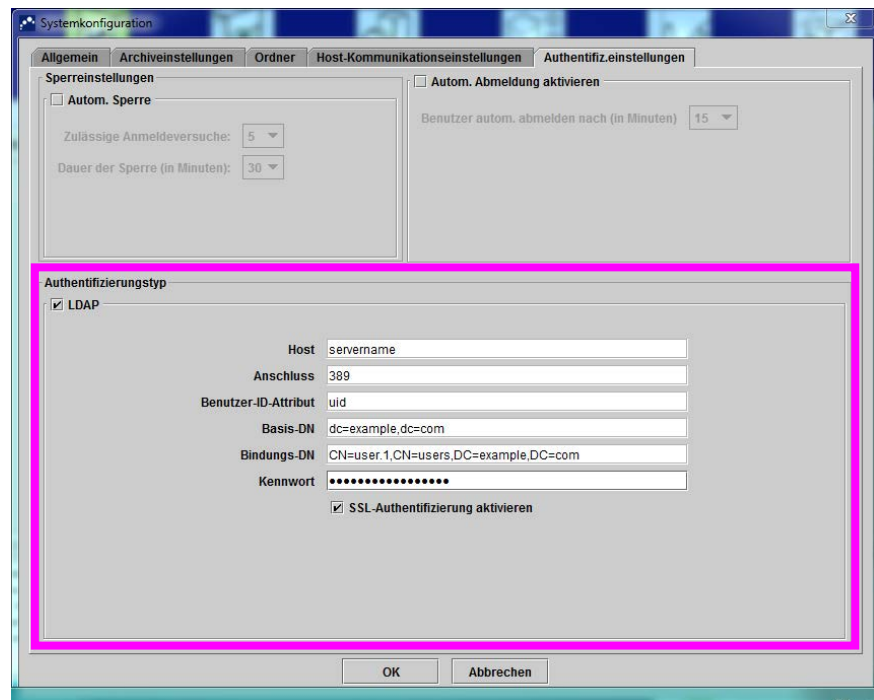

Abbildung 2-87. Für LDAP konfigurierte Authentifizierungseinstellungen
2. Klicken Sie auf die Registerkarte **Authentifiz.einstellungen**. Daraufhin werden die Informationen zu den Authentifizierungseinstellungen angezeigt. Siehe Abbildung 2-87.
- **Basis-DN** – Geben Sie den Base Distinguished Name (DN) ein. Der Basis-DN ist der Startpunkt, an dem der Server die Suche nach Benutzern beginnt. Eine LDAP-Suche nach dem Benutzer „admin“ wird vom Server ab dem Basis-DN (dc=example,dc=com) ausgeführt.